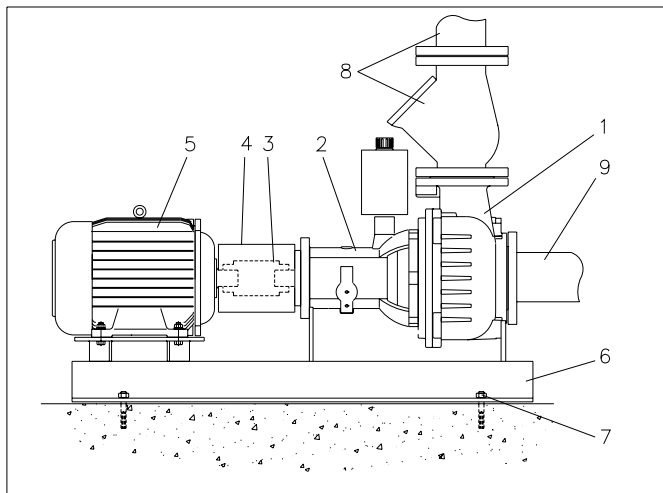

Fig. 7.1
Zie fig. 7.1
- de grondplaat goed wordt verankerd aan de fundatie, zie fig. 7.1 pos. 7.
Bij het installeren zal er op gelet moeten worden of de pompas in lijn staat met de motoras. Door het verankeren van de grondplaat en het aansluiten van de leidingen kan de uitlijning gewijzigd zijn. Verwijder de beschermkap, zie fig.7.1.pos 4. De uitlijning op twee punten controleren:
- 1 De radiale afwijking (R)
- 2 De hoek afwijking. (A)